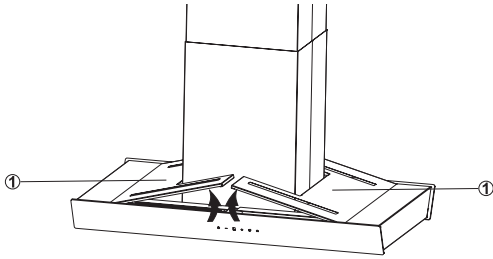

Figura 12: Sostituzione del gruppo lampada superiore
Sollevare e togliere la lamiera di copertura gruppo lampada (1). Figura 12
Installare la nuova lampada LED attenendosi alla stessa procedura ma al contrario; quindi, installare la lamiera di copertura del gruppo lampada superiore. Figura 12